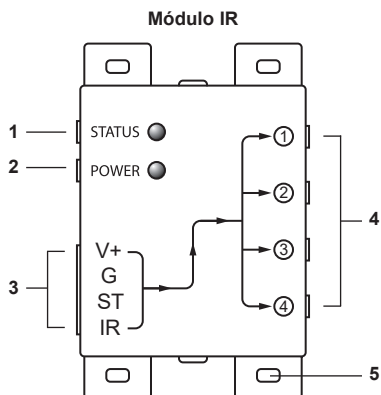

Ilustración 1
2. Enchufe los cables de extensión IR (con dos LEDs IR) en el módulo IR (ilustración 1 no. 4). Los LEDs IR tienen una lámina autoadhesiva para pegarlos en la ventanilla IR del aparato A/V. Atención: compruebe el funcionamiento de los LEDs IR antes de pegarlos definitivamente en la ventanilla IR del aparato A/V en cuestión.